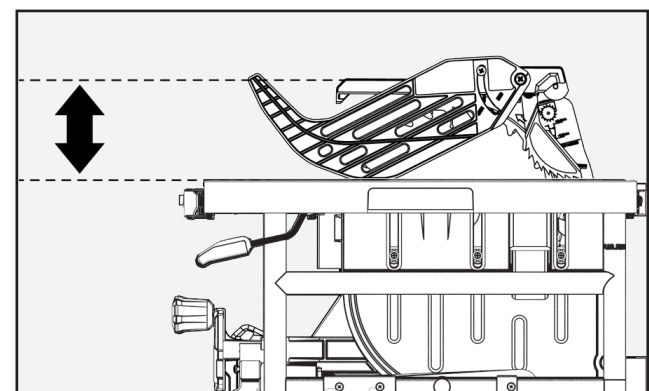

FIGURA 15
2. Gire el ensamble de guarda para hoja hacia la parte frontal de la sierra hasta que la brazo de soporte **D** del ensamble de guarda para hoja esté paralelo con la mesa como se muestra en la Figura 15.